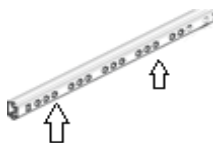

Рис.2
7. **Собрать каркас тумбы.** Для этого соединить детали поз. № 6, 7, 8, 9 и 10 стянув панели винтами-стяжками «Conformat», добиваясь плотного соединения деталей (Рис.2).
9. Соединить крышку стола поз. №1 со стенками вертикальными поз. №3 и 4 с помощью винт-стяжки «Conformat» (Рис.2).
11. Последовательно соединить между собой детали поз. № 3, 12, 4, 20 и 2 с помощью винт-стяжки «Conformat» (Рис.2).